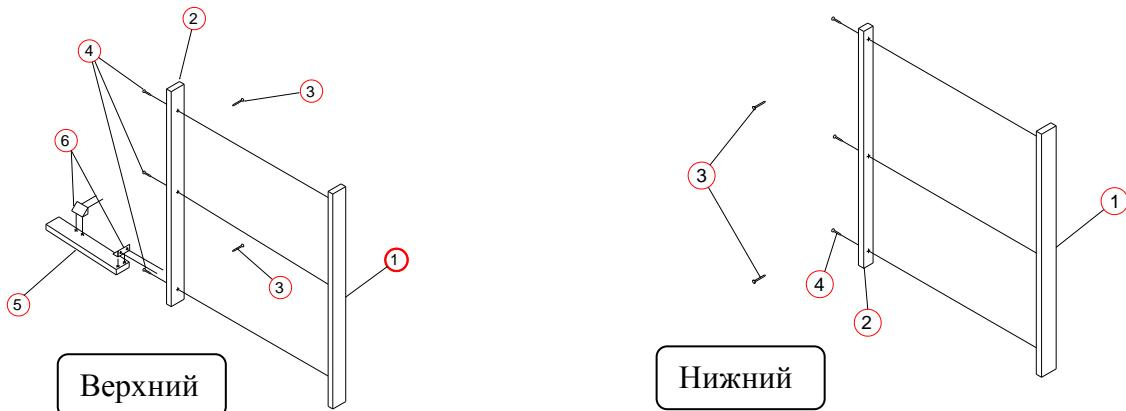

Рис. 26
3. Установка накладных механизмов TIP-ON для дверей (Рис. 26)
1. Сборка и установка дистанциаторов (Рис. 26):